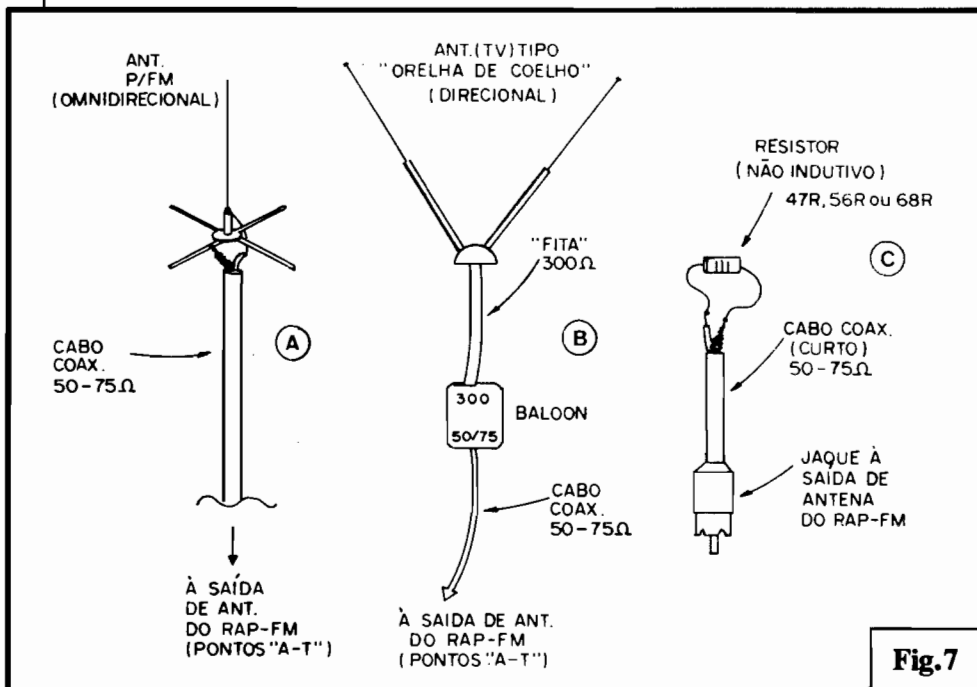

Fig.7
- FIG. 7 - O SISTEMA DE ANTE-NA... - Um ponto "crucial" para o bom rendimento/alcance da RAP-FM encontra-se no sistema de antena... Um "toquinho" de fio rígido, ou uma pequena antena telescópica, proporcionarão um alcance de algumas dezenas de metros (no máximo algumas centenas...). Já se a intenção é realmente "chegar longe", uma antena específica para a faixa de FM, instalada em ponto elevado, é obrigatória...